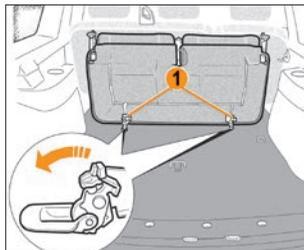

Рис. 2.3.5. Защелки крепления сиденья третьего ряда (в варианном исполнении)
- разблокируйте защелки **1** (рис. 2.3.5);